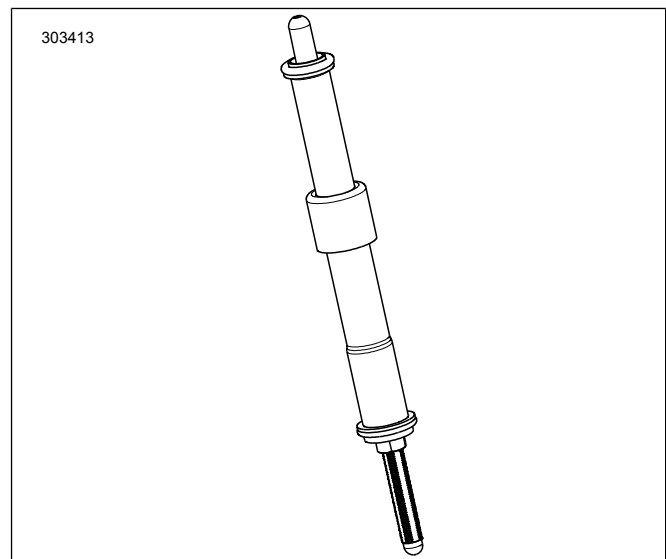

Abbildung 4. Stößelstange im in die Stößelstangenführung eingeführten Zustand
7. Siehe Abbildung 4. Die Einlassventilstößelstangen in die Stößelstangenführungen einbauen.